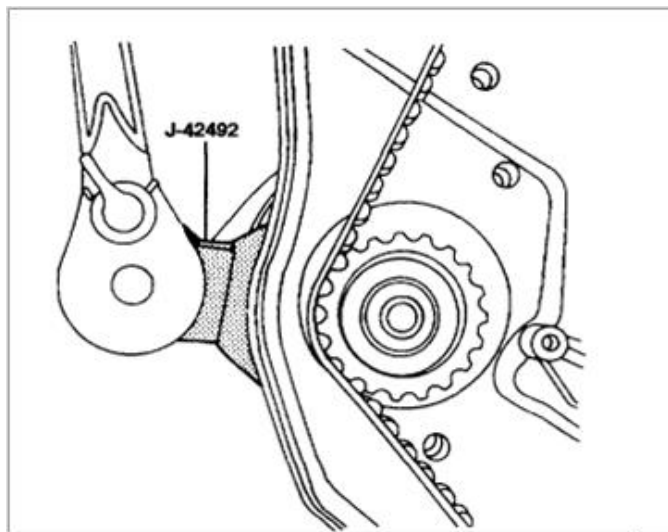

Fig. 5
3. lossna vattenpumps skruvarna. Vrid vattenpumpen **moturs**, så att kamremmens spänning frigörs, använd special verktyg (Gates: GAT V501A eller OE: J-42492 eller KM-421-A), för att släppa på remspänningen (Fig. 5)